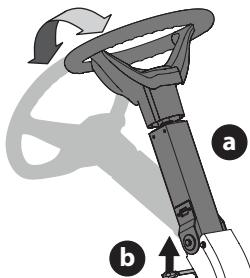

Figura 9
- Para inclinar la columna del volante (a) hacia delante, levante la palanca de ajuste de la columna del volante de dirección (b), coloque la columna del volante (a) en la posición deseada y luego suelte la palanca de ajuste de la columna del volante de dirección (b) para sujetar la columna del volante de dirección en su lugar (Figura 9).